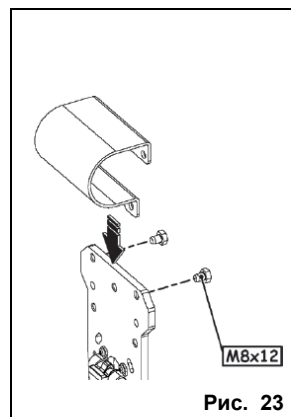

Рис. 23
- Планку крепления стрелы (рис. 23, поз. 1) скрепить при помощи только двух задних винтов с кожухом к выбранной стреле (рис. 23, поз. 2).